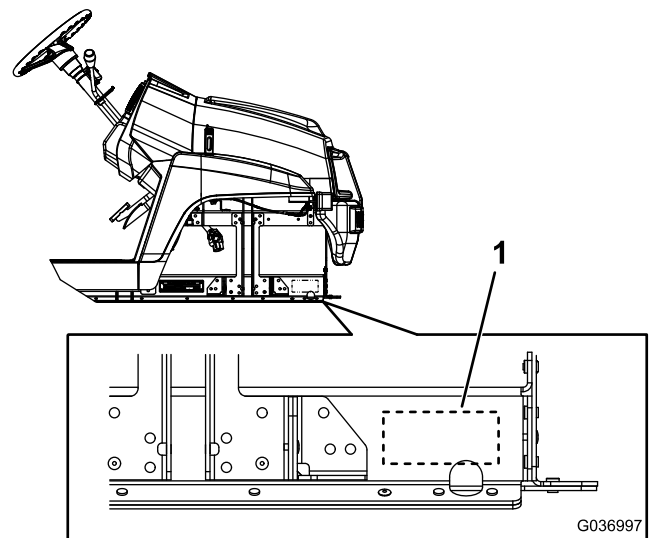

Figure 10
2. Frappez le numéro de série sur la machine à l'emplacement indiqué à la Figure 10.